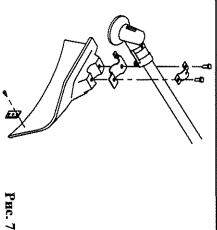

Рис. 7
4. Установка защиты режущего оборудования (Рис. 7)